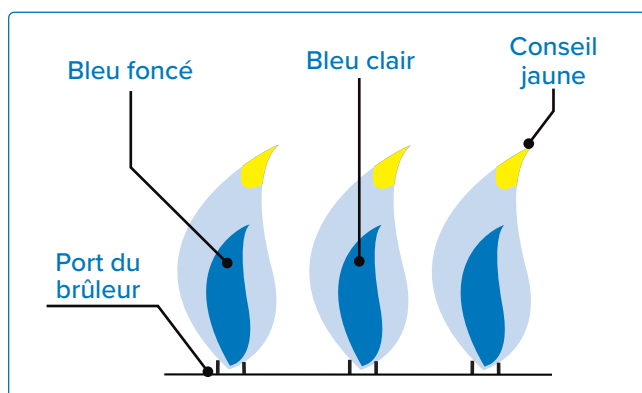

Fig. 27
- Un manque d'air provoquera des flammes jaunes, fuligineuses et faibles (**Fig. 27**).